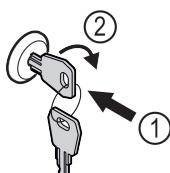

Fig. 180
- Пъхнете ключа. Fig. 180 (1)
- Завъртете го на 90° по посока на часовниковата стрелка. Fig. 180 (2)